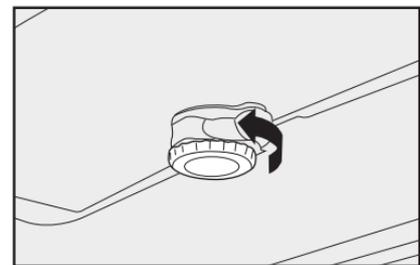
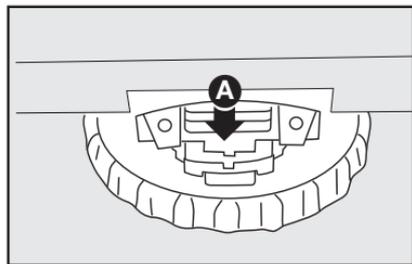

fig. 101
fig. 102
Girar la casquillo de la fig. 101 en la dirección indicada, de forma que permita abrir el techo de la posición deseada.
- soltar el retén de color rojo **fig. 102**, ejerciendo sobre este último una ligera presión tal como se indica (dicha operación deberá ser realizada utilizando la punta del destornillador que se encuentra
Para remover el cristal del techo practicable, invertir el orden del procedimiento de remoción y encastrar el cristal en la sede delantera y en el retén **fig. 102**. Presionar ligeramente la parte trasera del cristal hasta advertir el topo de bloqueo; después, girar 2 veces el casquillo **fig. 101** (en dirección contraria a la de apertura del cristal).